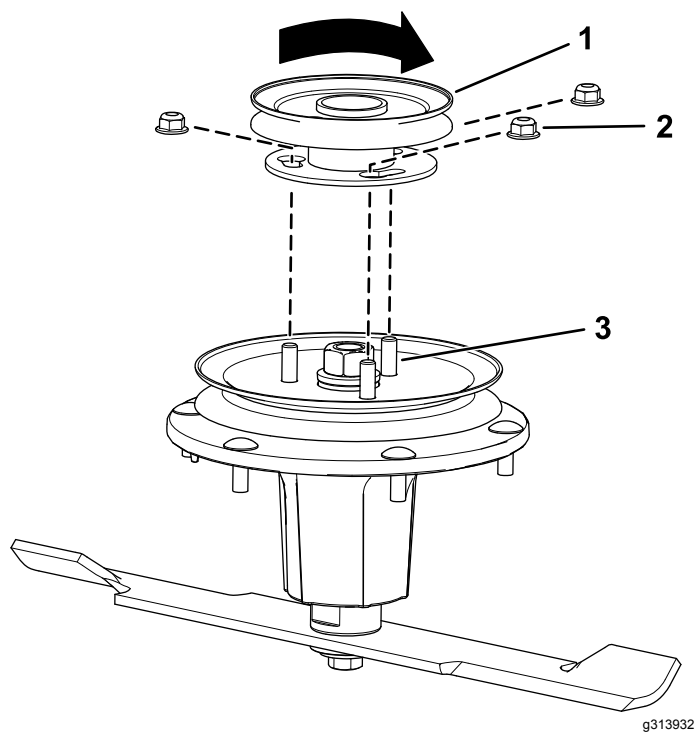

Figura 8
5. Alinee el conjunto de polea nuevo de manera con los huecos encima de las cabezas de los pernos de las poleas (Figura 8).
6. Gire la polea para bloquearla en esa posición (Figura 8).
7. Una vez colocado el conjunto de polea nuevo, instale las tuercas para sujetar el conjunto de polea nuevo (Figura 8).